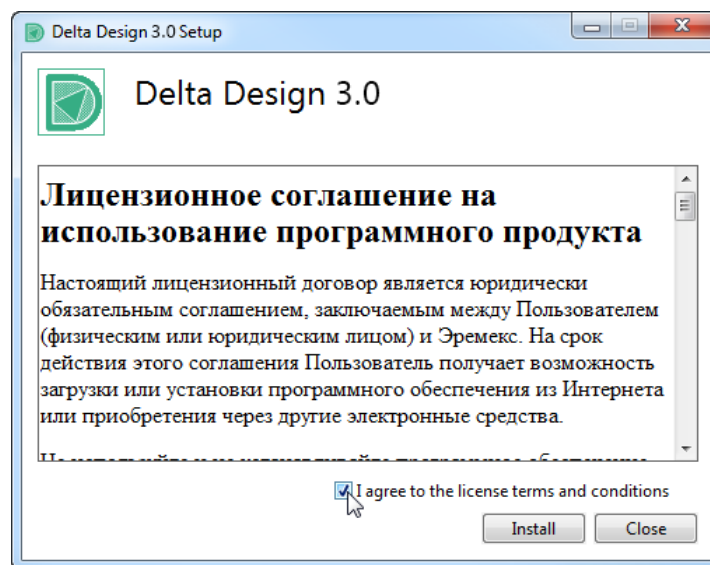

Рис. 1 Стартовый шаг мастера установки
1. Подтвердите согласие с условиями лицензионного соглашения. Подтверждение считается полученным при постановке флага в поле «I agree to the license terms and conditions», см. Рис. 1.